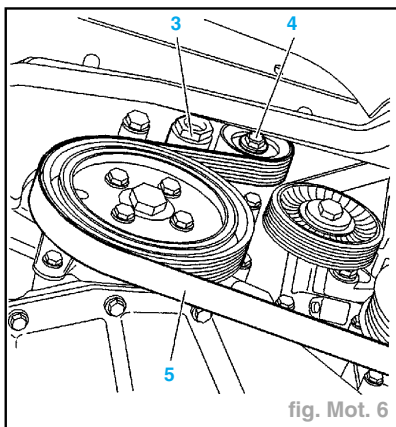

fig. Mot. 6
- Détendre la courroie (5) : entraîner le galet tendeur (3) par la vis (4) dans le sens anti-horaire (fig. Mot. 6).